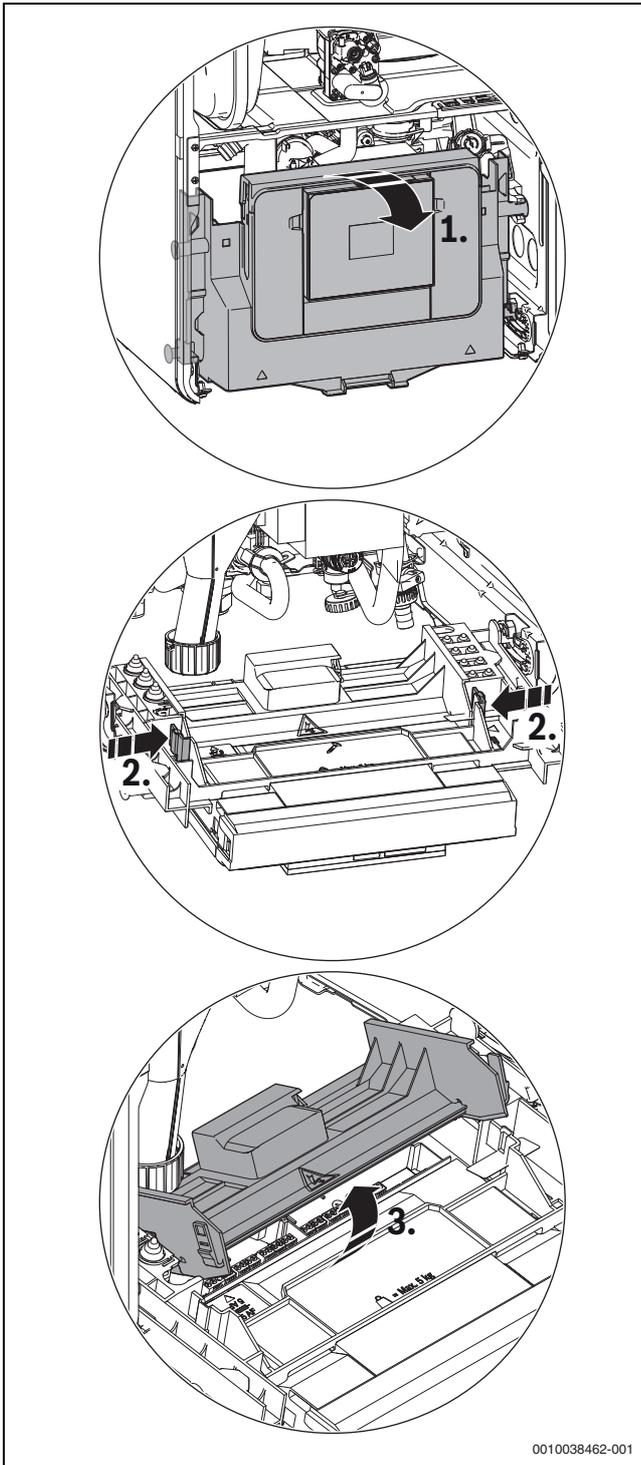

Bild 37 Abdeckung aufklappen
- ▶ Steuergerät nach unten klappen (→ Bild 37).